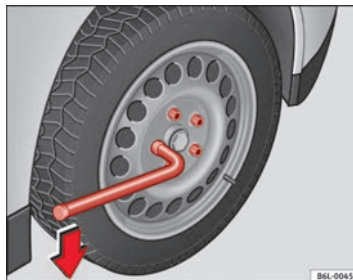

Fig. 145 Cambio di una ruota: allentare le viti della ruota
- Afferrare la chiave il più possibile verso l'estremità e ruotarla di circa un giro verso **sinistra** ⇒ fig. 145